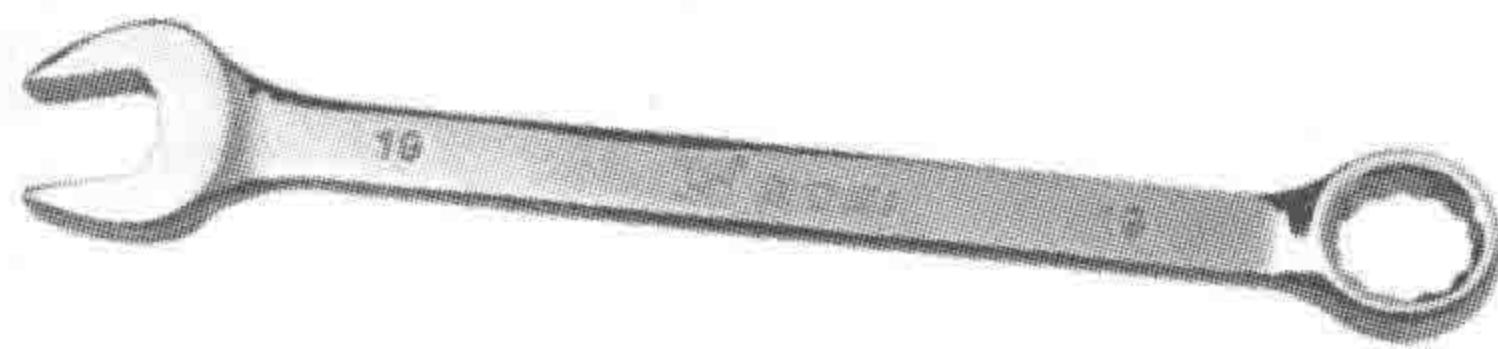

图 1-7 两用扳手
(4) 两用扳手 两用扳手的一端与单头呆扳手相同，另一端与梅花扳手相同，两端拧转相同规格的外六角头、方头螺栓或螺母，如图 1-7 所示。